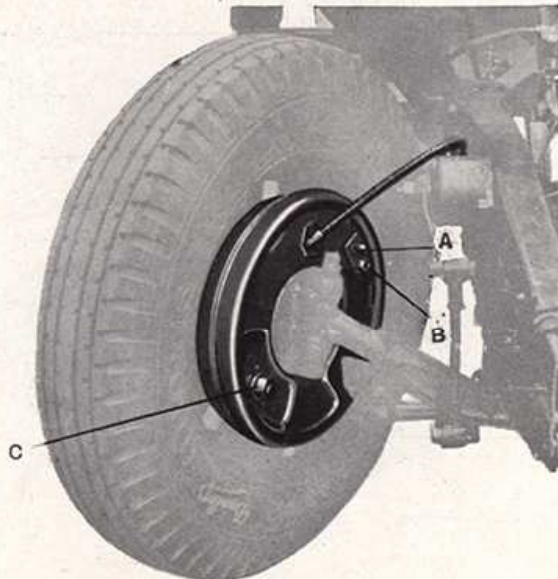
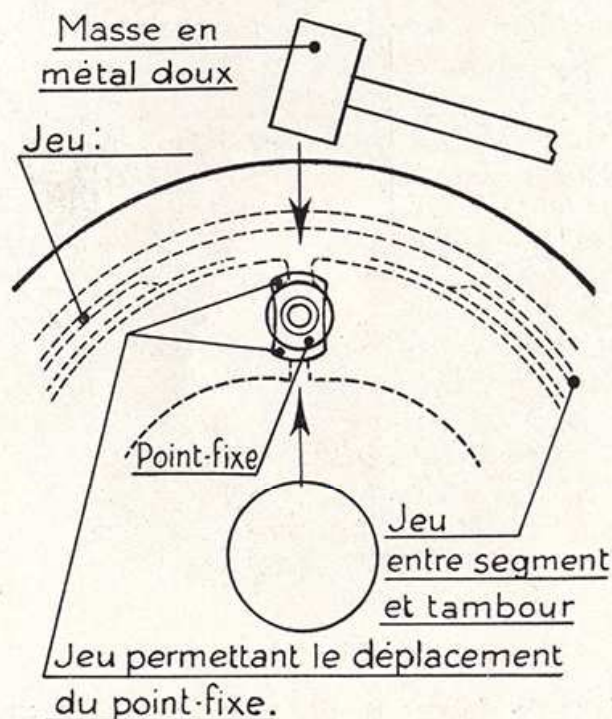

Fig. 17.
Fig. 20.
1. - Réglage. — a) Tourner le méplat de réglage (A) de chaque frein dans le sens des aiguilles d'une montre jusqu'au blocage (Fig. 17).
a) Desserrer l'écrou six pans du centreur (B) (*Fig. 17*) jusqu'à ce qu'il quitte le contact de la rondelle grower.
b) Tourner le méplat de réglage (A) dans le sens des aiguilles d'une montre jusqu'au blocage.
c) Bloquer l'écrou du centreur (B).
c) Desserrer l'écrou six pans de fixation du point fixe (C) (Fig. 17) jusqu'à ce qu'il quitte le contact de la rondelle grower.
d) Desserrer l'écrou six pans du centreur (B) (Fig. 17) également jusqu'à ce qu'il quitte le contact de la rondelle grower.
e) Tourner le méplat de réglage (A) dans le sens des aiguilles d'une montre jusqu'à expansion totale des segments dans le tambour.
f) Bloquer l'écrou du centreur (B).
g) Visser l'écrou du point fixe (C) jusqu'à environ un tour avant blocage complet.
i) Vérifier en introduisant une cale entre le tambour ajouré et les garnitures, si le jeu entre les segments et le tambour est bien le même sur toute la longueur des garnitures. Si nécessaire, régler le point fixe en frappant avec une masse de métal doux dans le sens voulu — vers le centre ou vers l'extérieur du frein (Fig. 20) — pour obtenir un centrage correct des segments.
Faire tourner la roue dans les 2 sens pour s'assurer que les segments ne frottent pas sur le tambour. Dans le cas contraire déplacer le point fixe en frappant avec une masse en métal doux dans le sens voulu — vers le centre ou vers l'extérieur (Fig. 20) — pour supprimer le contact des segments sur le tambour.